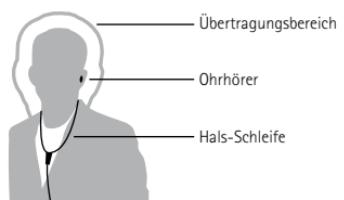

Abbildung 6
- ▶ Legen Sie sich die Schlaufe um den Hals und achten Sie darauf, dass sich die Schlaufenbox direkt unter Ihrem Mund befindet (Abbildung 6).
- ▶ Da sich das Mikrofon oben an der Schlaufenbox befindet (Abbildung 6), sollte sich die Box möglichst nah am Mund befinden. Dafür sind Hals-Schlaufen in unterschiedlichen Längen als Ersatzteile verfügbar.
- ▶ Setzen Sie einen Profilo Nano-Ohrhörer in Ihr Ohr ein (Abbildung 9). Wenden Sie sich für weitere Informationen bitte an Ihren örtlichen Vertreter oder sehen Sie in der Profilo Nano-Gebrauchsanweisung nach. Das Audiosignal des Funkgeräts wird über die Hals-Induktionsschleife an den Ohrhörer übertragen (Abbildung 6).
Der Übertragungsbereich ist sehr klein und umgibt knapp den Kopf des Endnutzers (keine Gefahr, dass Nachrichten abgefangen werden) (Abbildung 6).